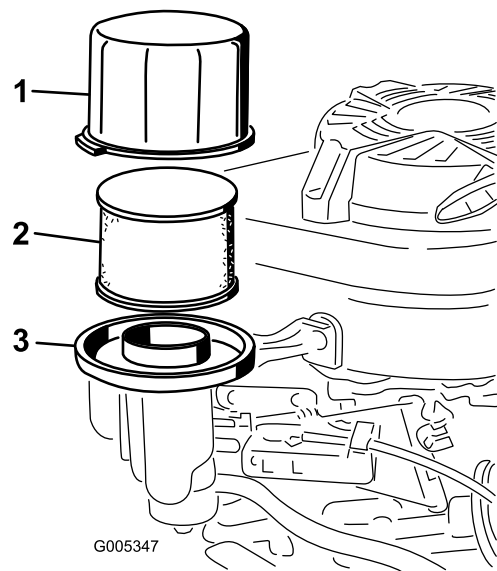

Figure 23
3. Déposez le couvercle et nettoyez-le soigneusement (Figure 23).
4. Sortez le préfiltre en mousse et l'élément filtrant en papier de la base du filtre à air (Figure 23)